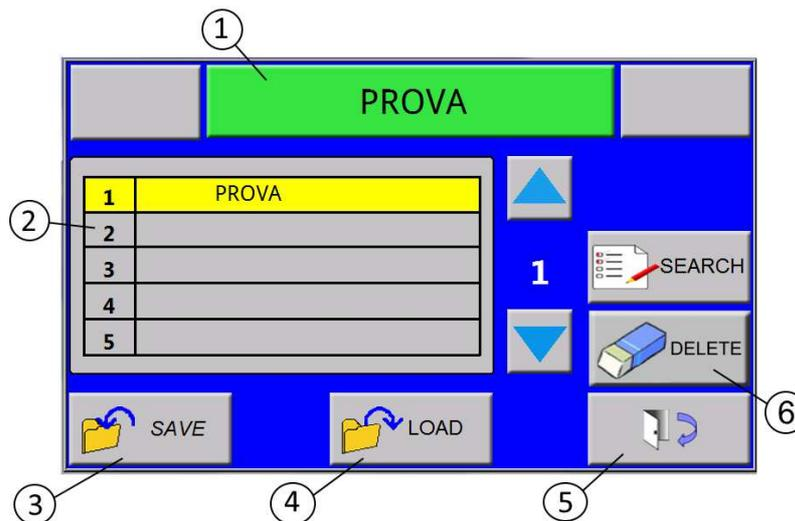

Рисунок 8
- 1) Название текущего рецепта. Прикоснитесь к полю из. 1 Рис. 8 для переименования рецепта: на экране появится виртуальная клавиатура, посредством которой введите новое название. Подтвердите введённое название посредством кнопки "Enter"